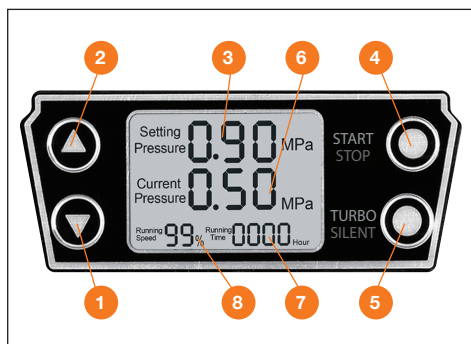

Рис. 7
Включите в сеть зарядное устройство, при этом на нем загорится индикатор зеленым светом, вставьте аккумулятор в зарядное устройство (Рис. 7).
Функции панели управления (Рис. 7):
Для выбора режима работы воспользуйтесь клавишами управления на дисплее (Рис. 7).
- Для остановки работающего компрессора нажмите кнопку 4 (Рис. 7) и переведите трехпозиционный переключатель в положение 0 (Рис. 3).